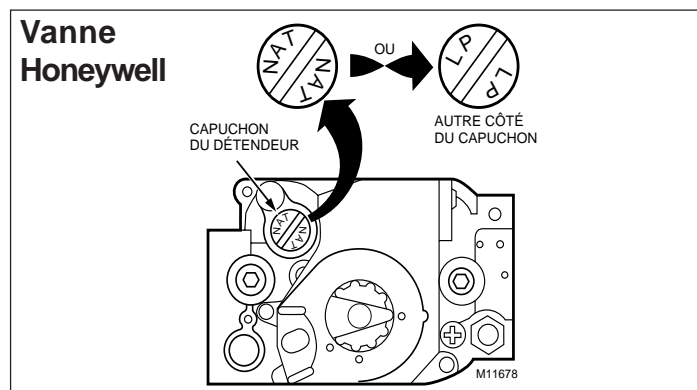

Figure 33. Capuchon du détendeur mixte
- g. Pour les vannes de gaz Honeywell avec un détendeur mixte (figure 33), vérifier la présence des lettres NAT ou LP sur le capuchon du détendeur. Dévisser le capuchon, le retourner, le remettre en place et serrer.